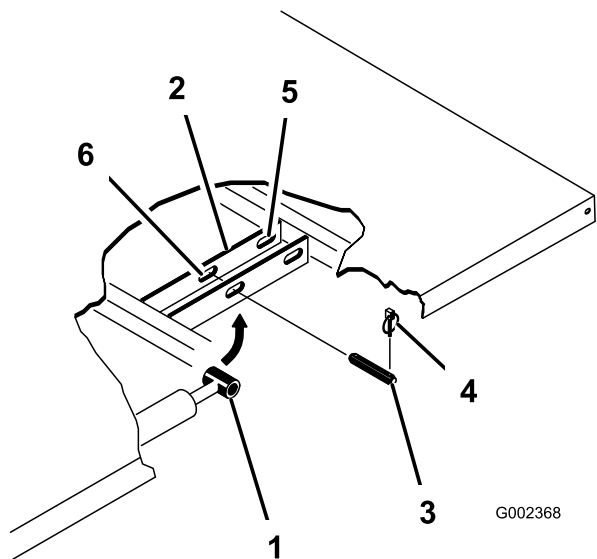

Figure 32
2. Retirez les goupilles à anneau aux extrémités extérieures des axes des tiges de vérins (Figure 32).
- Retirez les axes qui fixent les côtés tiges de vérins aux plaques de montage du plateau en les poussant vers l'intérieur (Figure 32).
- Enlevez les goupilles à anneau et les axes de chape qui fixent les supports de pivot aux profilés du châssis (Figure 32).